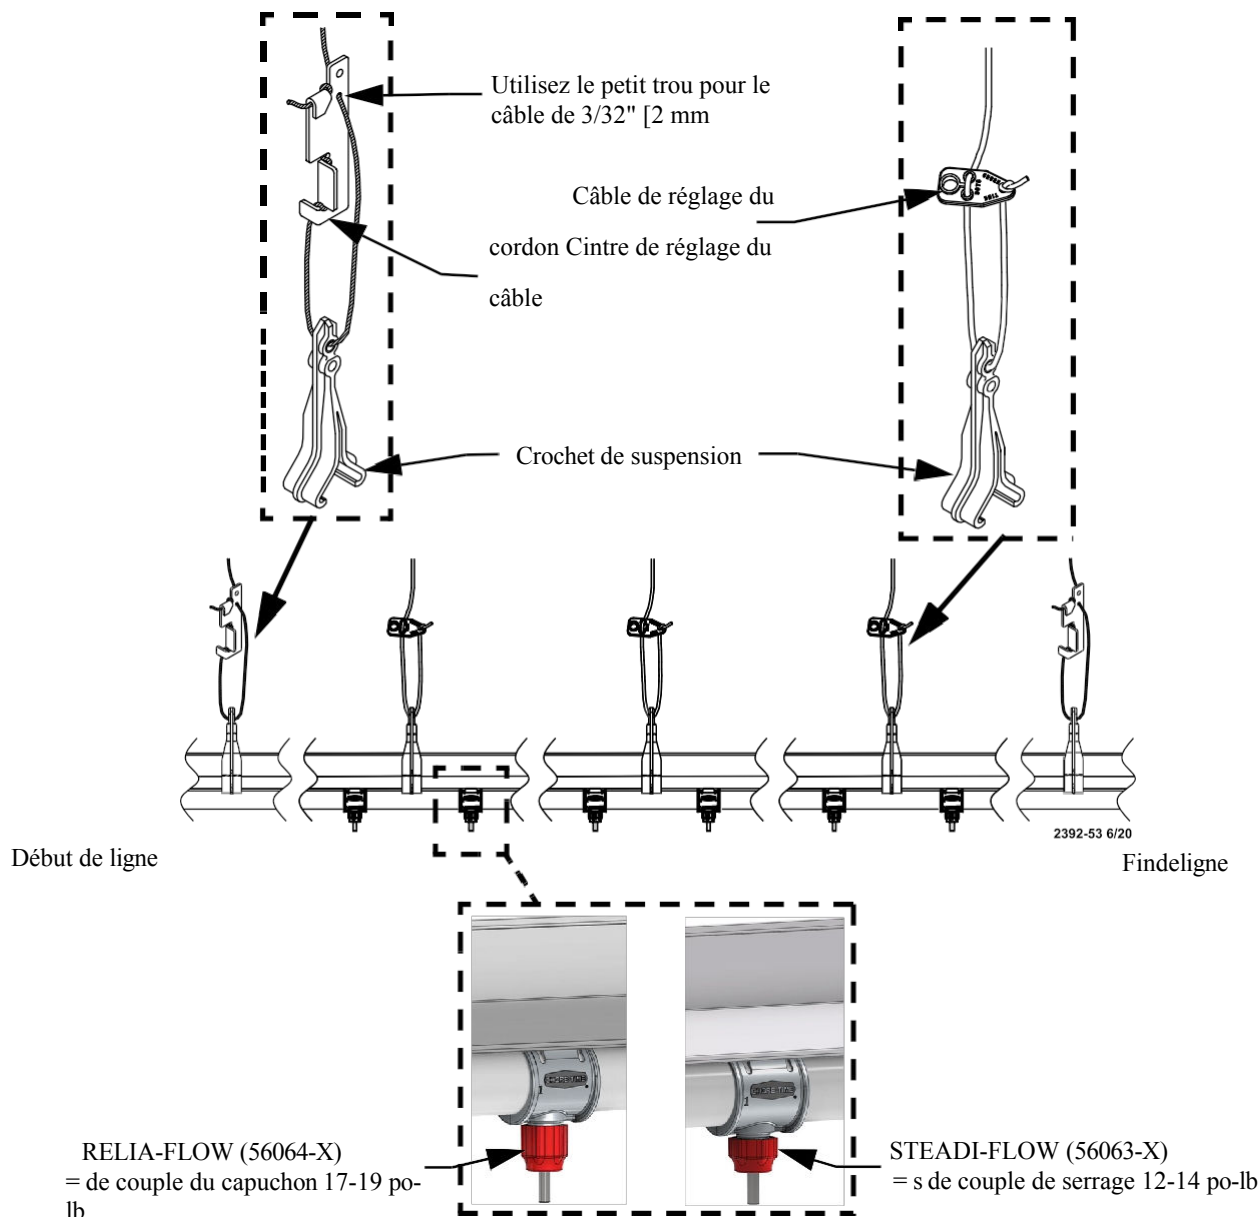

Figure 18. Suspension des conduites d'eau
3. Au début et à la fin du système, faites passer le câble de suspension par le trou supérieur du crochet de suspension et autour du crochet de réglage du câble, comme illustré à la figure 18. À tous les autres points de suspension, utilisez le dispositif de réglage du cordon, **comme illustré**.